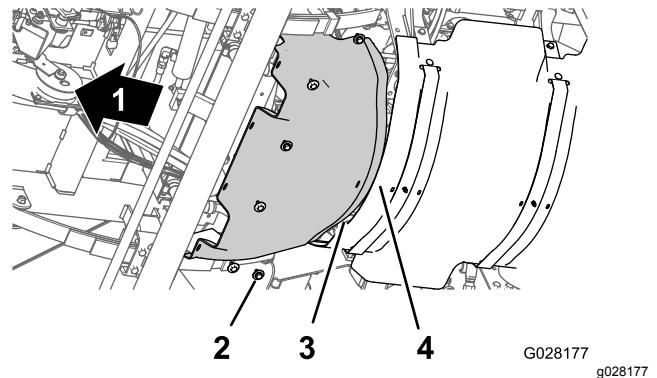

Figura 59
2. Alinee los taladros del protector térmico delantero con los taladros roscados del chasis (Figura 59).
3. Monte el protector térmico delantero en la máquina con los seis pernos de cabeza hexagonal y las seis arandelas (Figura 59) que retiró en el paso 3 de Retirada del protector térmico delantero \(página 53\).
1. Alinee la brida trasera del protector térmico delantero sobre la brida delantera del protector térmico trasero (Figura 59).